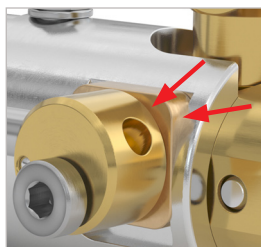
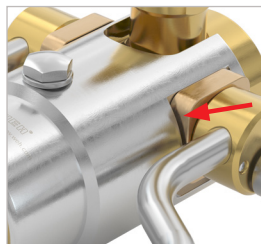

Figure 13
Figure 14
- ▶ Appliquer une fine couche de lubrifiant WEH® entre les excentriques (flèche rouge, *Figure 13* et *Figure 14*).